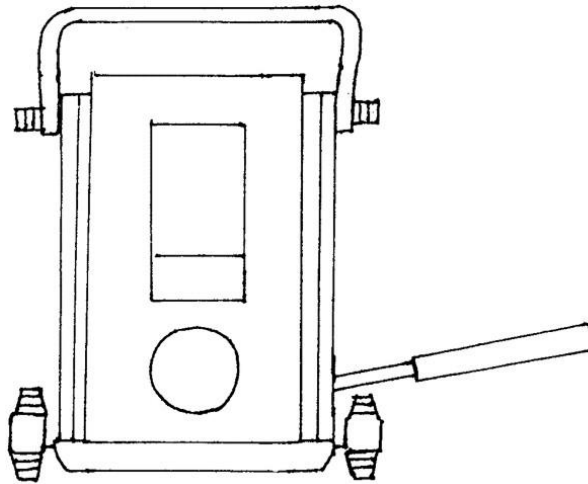

Abbildung 1
5.2 Stecken Sie den Betätigungsgriff in die Buchse und den Kolben. Siehe Abbildung 1. die Kolbenstange wird durch die Aufwärts- und Abwärtsbewegung des Griffs gleichmäßig bewegt, und ein Werkstück wird angehoben. Es ist so ausgelegt, dass die Kolbenstange bei Erreichen der erforderlichen Höhe nicht mehr ansteigt.